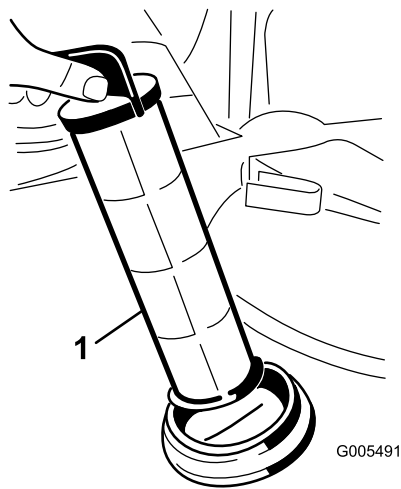

Bild 25
4. Ziehen Sie das Saugsieb aus dem Siebgehäuse im Behälter (Bild 25).